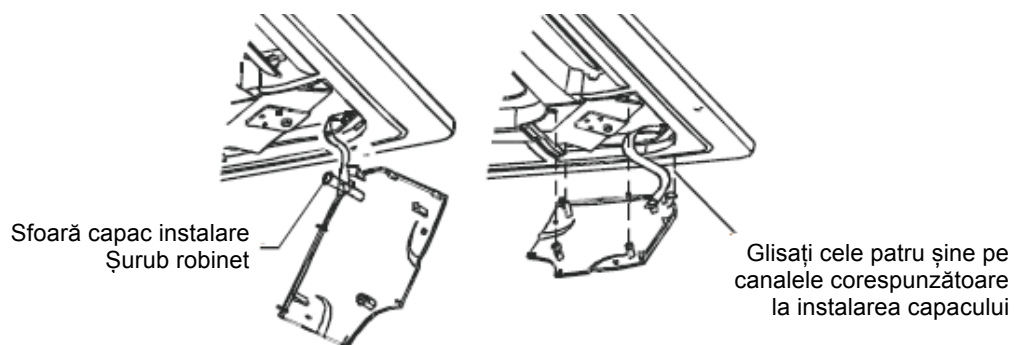

Fig.1-14
- Strângeți sfoara capacului de instalare pe șurubul de pe capacul de instalare (Consultați Fig. 1-14-stânga)
- Apăsăți capacul de instalare ușor pe panou. (Consultați Fig. 1-14-dreapta)